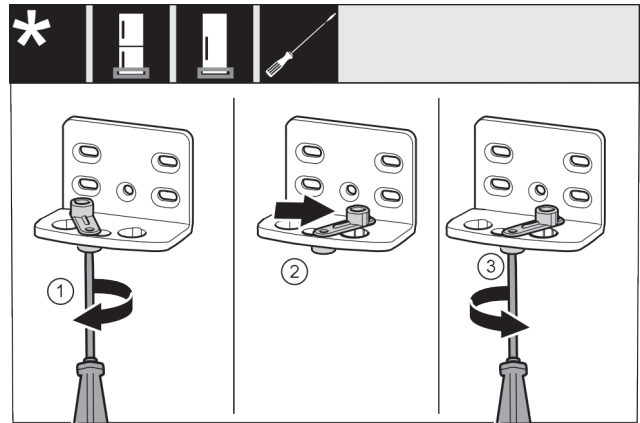

Fig. 46 \*
- ▶ Schroef Fig. 46 (1) met een schroevendraaier losdraaien.\*
- ▶ Deursluthulp Fig. 46 (2) optillen en 90° naar rechts in de boring draaien.\*
- ▶ Schroef Fig. 46 (3) met een schroevendraaier vastschroeven.\*